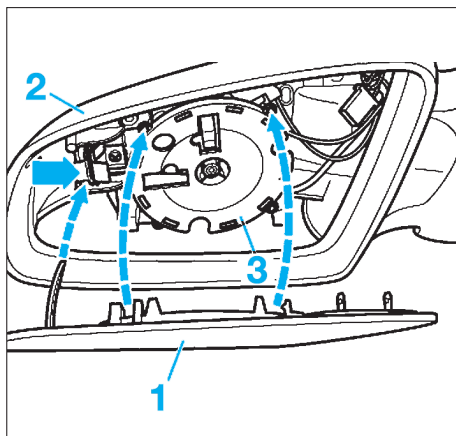

FIG. 63
- Utiliser un outil adapté et le passer entre la glace (1) et le corps du rétroviseur (2) (Fig.63).
- Faire lever sur la partie protégée du corps de rétroviseur et dégrafer la glace (2).